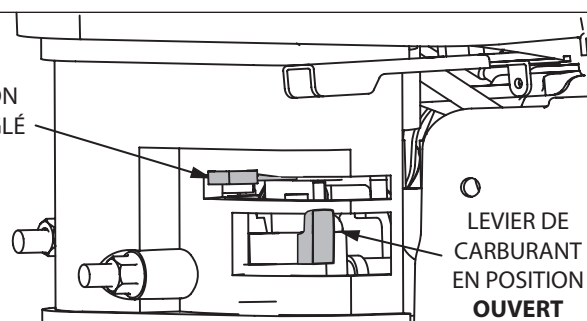

FIGURE 5
- Si le moteur est froid ou que la température ambiante est basse, mettre le levier du volet de départ en position **ÉTRANGLÉ**. **VOIR FIGURE 5.**